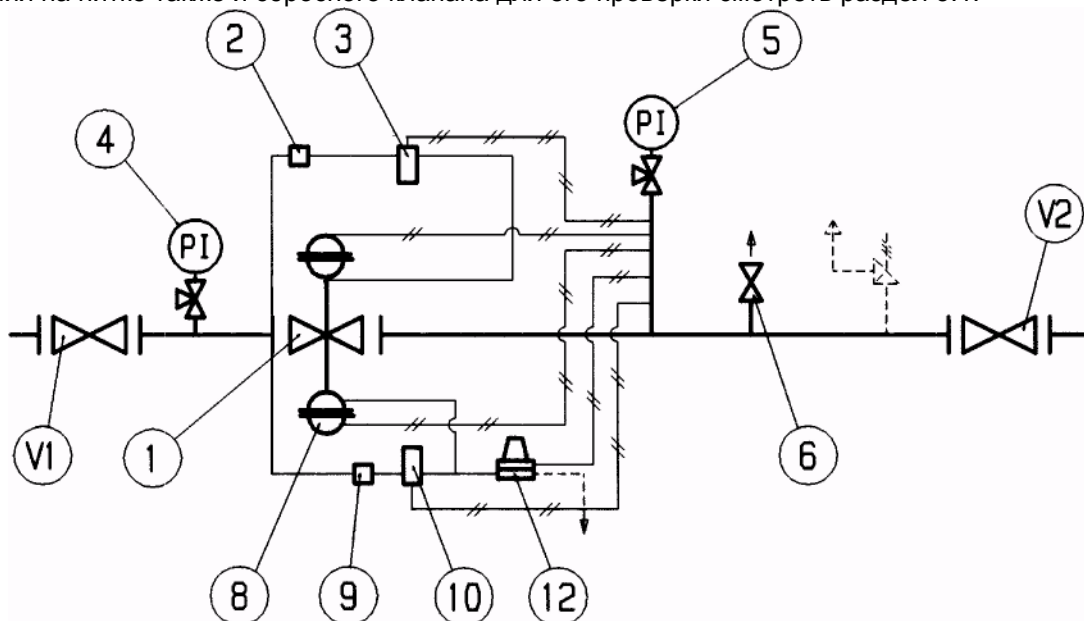

Рис. 19
5.5 ВВОД В ЭКСПЛУАТАЦИЮ РЕГУЛЯТОРА С ВСТРОЕННЫМ МОНИТОРОМ РМ/182 И УСКОРИТЕЛЬНЫМ КЛАПАНОМ (РИС. 19)